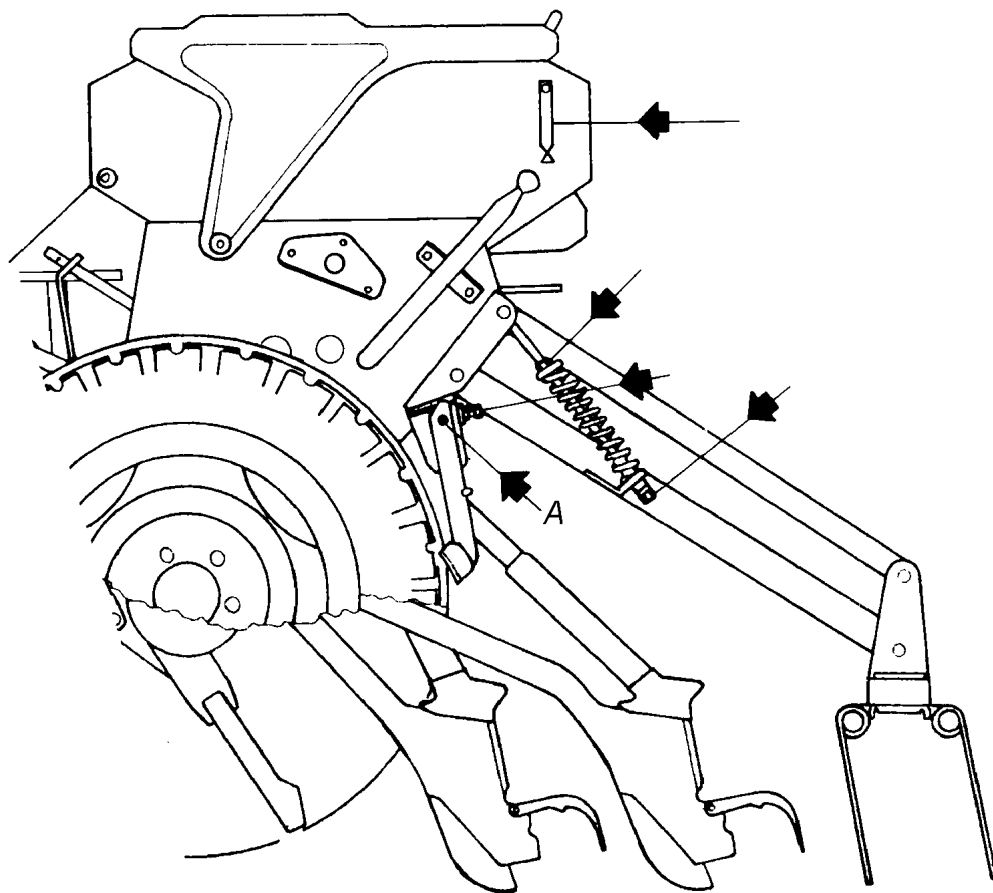

Fig. 16
BLOCCAGGIO. Nei terreni umidi e argillosi può esserci la necessità di bloccare i raschiatori bloccando lo snodo delle molle di torsione. Per fare ciò è sufficiente collocare una vite in coincidenza delle punte del raschiatore e del relativo supporto (A)(fig. 16).